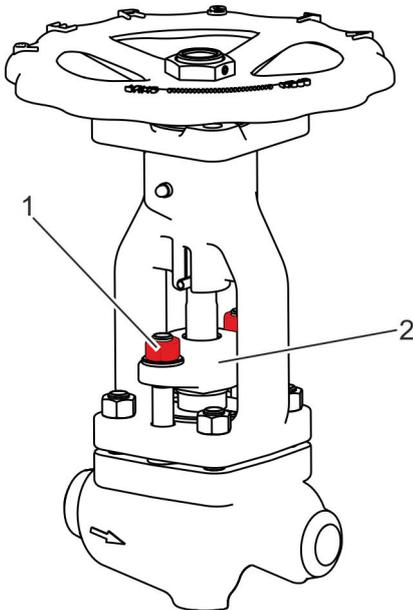

Abb. 49: Verschraubungen an der Stopfbuchsbrille lösen
- 44. ▶ Muttern (Abb. 49/1) an der Stopfbuchsbrille (Abb. 49/2) lösen und samt Unterlegscheiben entfernen.